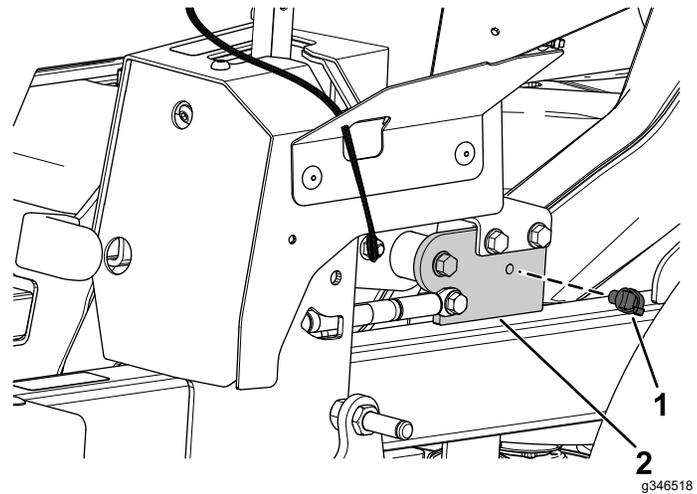

Bild 13
1. Montieren Sie die vordere Druckbefestigung in die Halterung des Feststellbrenshebels (**Bild 13**).